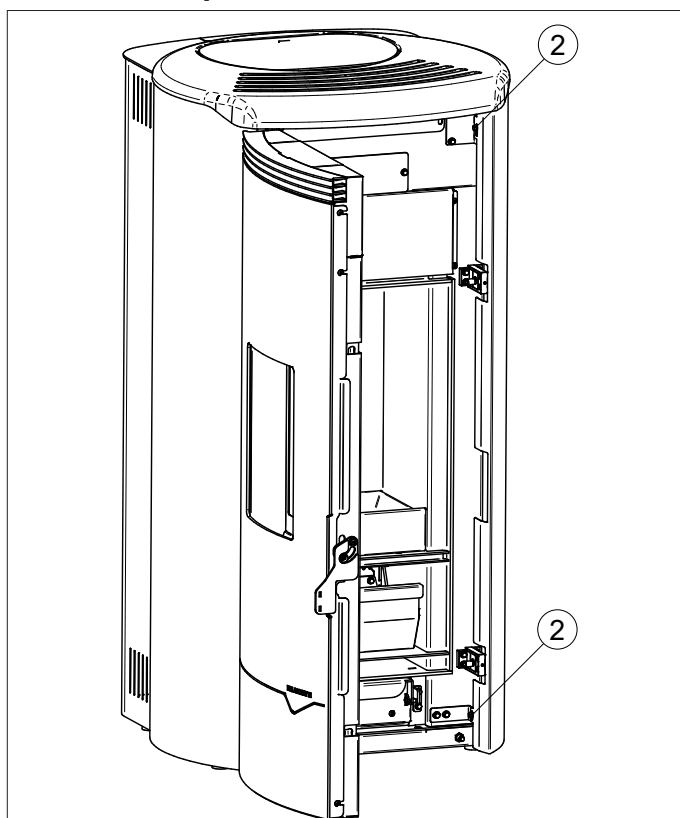

Fig. 6.3b
- Svitare le due viti anteriori (2), allentare le quattro viti posteriori di fissaggio del fianco destro (3) e rimuoverlo (Fig. 6.3b - 6.3c).